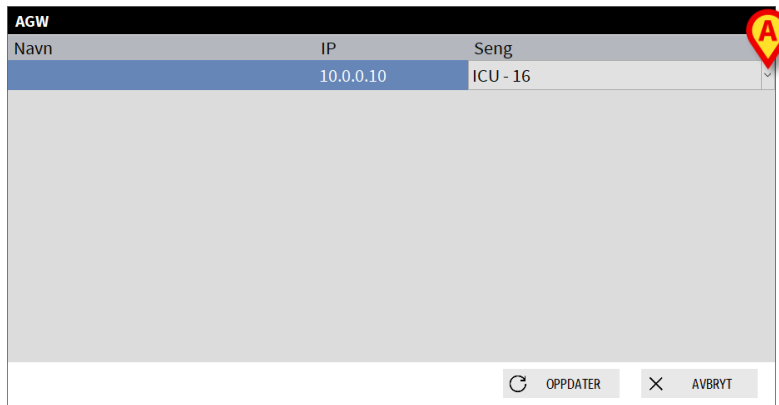

Fig. 138
Følgende vindu åpnes (Fig. 138).
- Klikk på knappen til høyre for raden som tilsvarer aktuell AGW (Fig. 138 **A**).